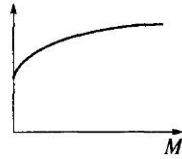

Рис. 2
7. На рис. 2 показана механическая характеристика двигателя постоянного тока.